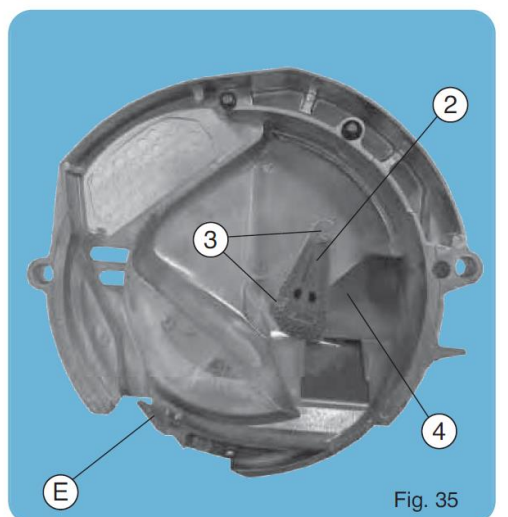

Fig. 35
2. **POZYCJA NISKA (fig. 35) DLA DROBNEGO ZIARNA**, takiego jak słonecznik, burak, sorgo...